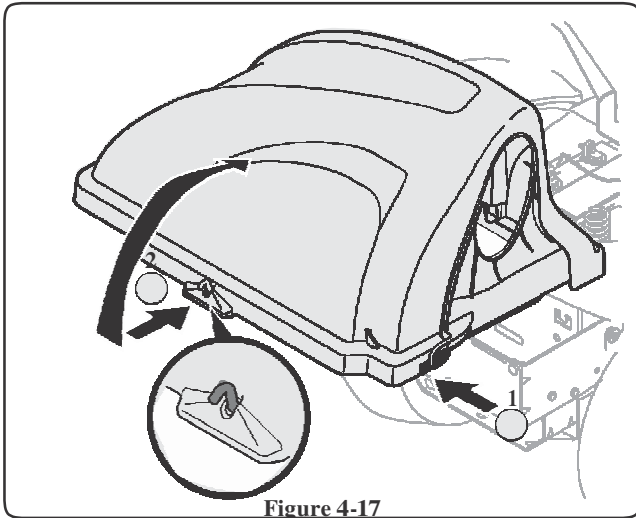

Figure 4-17
7. öppna skyddet genom att trycka i bakkant/ högersida, as se i Fig. 4-17, och lyft skyddet med din andra hand.